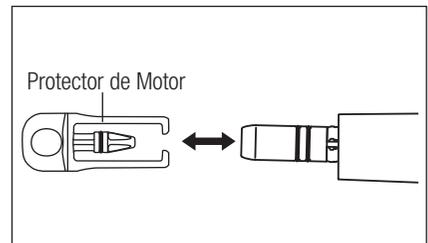

Fig.20
- Coloque el Protector del Motor en el micromotor. (Fig. 20)